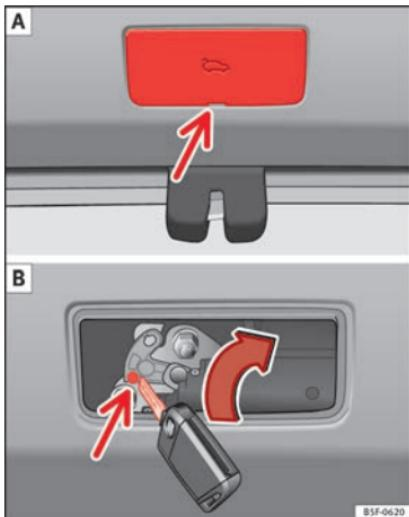

Fig. 7 Coffre à bagages, côté droit : accès au déverrouillage d'urgence.
- Retirez le volet en insérant un tournevis dans la rainure » fig. 7 A.
- Introduisez la clé dans l'orifice prévu à cet effet et tournez-la dans le sens de la flèche jusqu'à libérer le loquet » fig. 7 B.